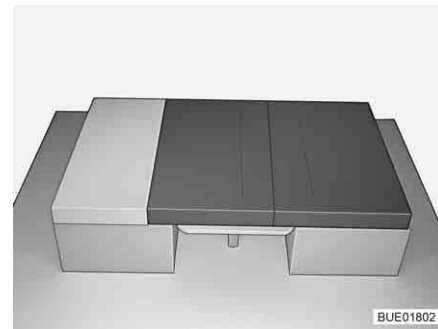

Fig. 115 Después de la transformación
- Colocar un cojín del respaldo entre el cojín del asiento y la pared dorsal del baúl-banco (véase Fig. 115).